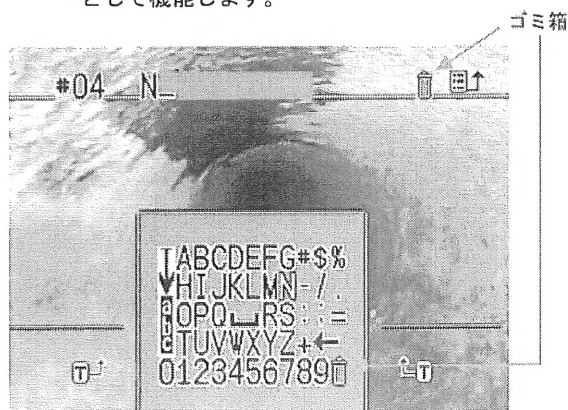

図 13 テキスト選択画面
- 3). 矢印キーを使ってテキストエリア内を移動し、カーソルをゴミ箱のアイコン  に合わせます。図 13 では、ゴミ箱がタイトルエリアの右に表示されています。ゴミ箱アイコン  がハイライトされるまで矢印キーで上がり、選択キーを押します。（またはテキスト文字の最後にあるゴミ箱を選択することもできます。図 13 参照）